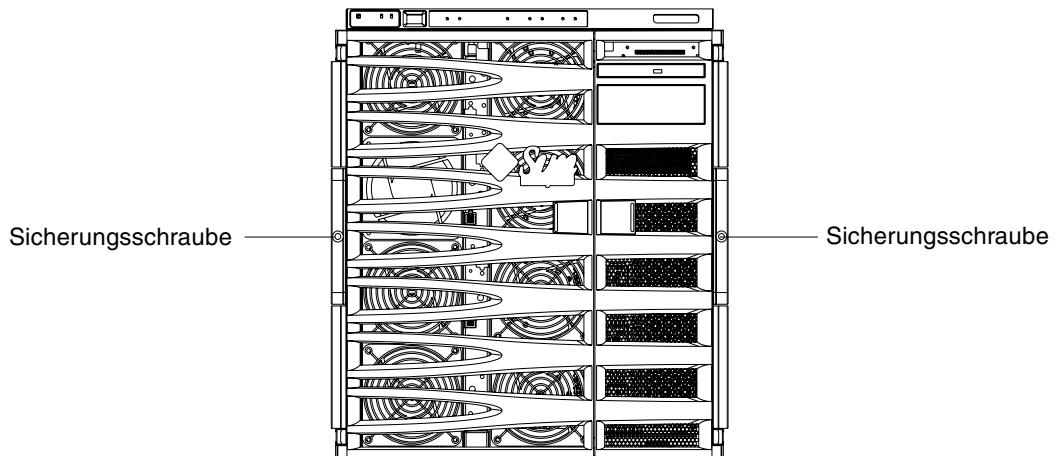

ABBILDUNG 1-14 Anziehen der Sicherungsschrauben
12. Befestigen Sie die beiden Sicherungsschrauben an der Vorderseite des Servers, um den Server im Schrank zu sichern (ABBILDUNG 1-14).